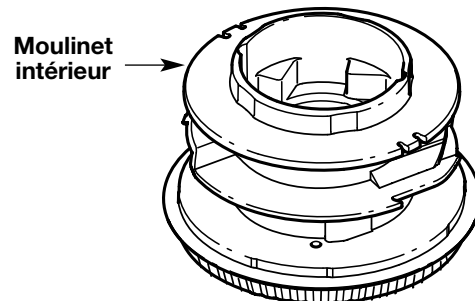

Fig. 24
4. Retirez tout le fil du moulinet intérieur avant de nettoyer. Enlevez tout débris ou trace d'herbe du bouton, du ressort, du moulinet et du joint en mousse. Lavez le moulinet intérieur avec de l'eau tiède savonneuse (Fig. 24).